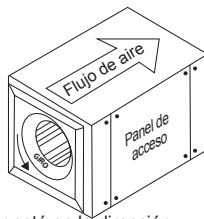

Figura 4
3. Encienda el ventilador y apáguelo inmediatamente para revisar el giro de la rueda con la flecha direccional en el compartimento del motor. La rueda del ventilador debe girar en el sentido de las agujas del reloj cuando está orientada hacia el lado de entrada de la unidad. Consulte la Figura 4.
2. La unidad está funcionando hacia atrás	2. Corrija según se muestra en la Figura 4.